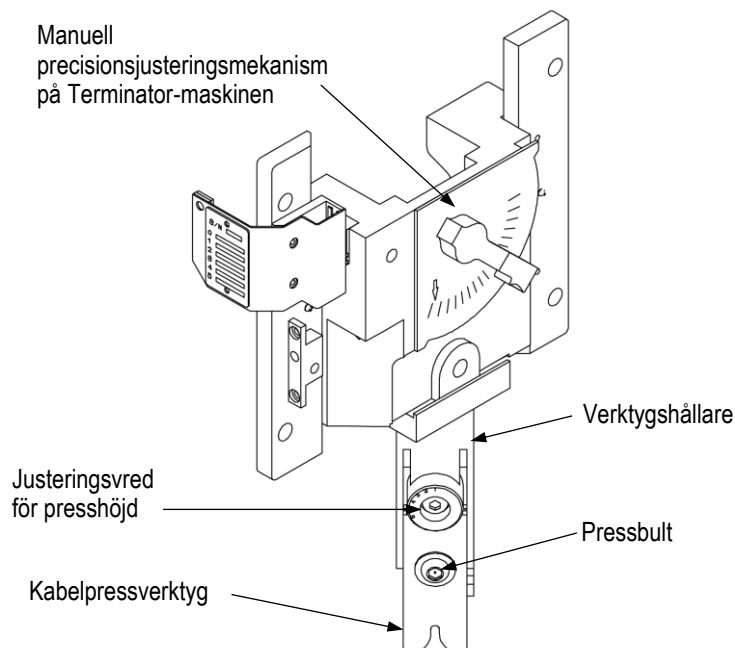

Bild 7
4. Lossa pressbulten (se bild 7).
5. Flytta vredet för presshöjdsjustering (bild 7) ett steg. Om en lägre presshöjd önskas, minska siffran på justeringsvredet. Om en högre presshöjd önskas, öka siffran på justeringsvredet.